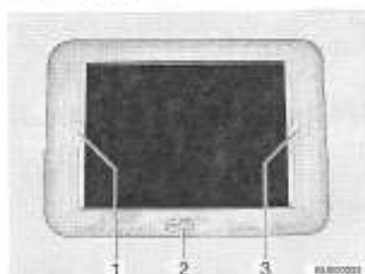

Fig. 58 Lanterneau à manivelle
- Tourner la manivelle (Fig. 58,2) jusqu'à ressentir une résistance (angle d'ouverture max. 70°).
- Tirer la poignée du dispositif occultant plissé (Fig. 58,3) et le relâcher lorsqu'il a atteint la position voulue. Le dispositif occultant plissé reste alors à cette position.
- Tirer sur la poignée (Fig. 58,1) de la moustiquaire jusqu'à toucher la poignée du dispositif occultant plissé (Fig. 58,3) située vis-à-vis et la faire s'enclencher.
- Appuyer sur la poignée de la moustiquaire (Fig. 58,1) vers l'arrière et le haut et décrocher la moustiquaire du dispositif occultant plissé (Fig. 58,3).